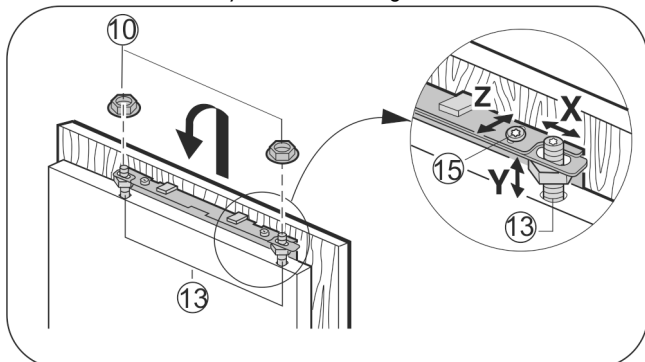

Fig. 19
- ▶ Akassza a bútorajtót a beállító csapszetre *Fig. 19 (13)* és az ellenanyákat *Fig. 19 (10)* lazán csavarozza rá a beállító csapszetre.
- ▶ A bútorajtót igazítsa be **Y** magasságba és az oldalirányú dőlést igazítsa ki: A beállító csapszeget *Fig. 19 (13)* egy csavarhúzóval igazítsa be.
- ▶ Húzza meg az ellenanyákat *Fig. 19 (10)*.